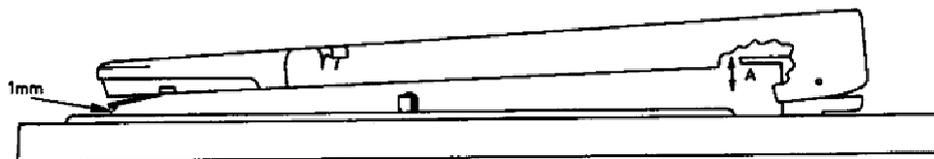

Bild 1
3) Einstellung der Tonarmhöhe (Bild 1)
Zwischen der Nadelspitze und dem Plattenteller muß bei frei beweglichem Tonarm 1 mm Luft sein. Der Abstand wird durch die Zunge A (Bild 1) bestimmt, die entsprechend justiert werden kann.